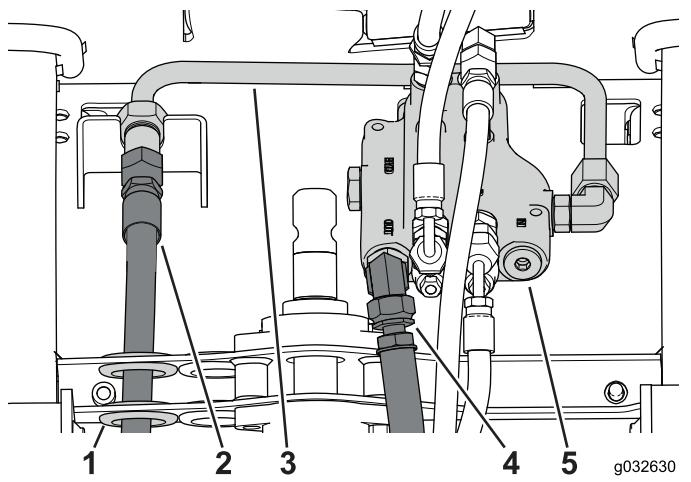

Bild 106
- Stellen Sie eine geeignete Auffangwanne unter das Regelventil (Bild 106).
- Schließen Sie den Zulaufschlauch vom Rohranschluss ab und ziehen ihn durch die Durchgangsbohrung heraus (Bild 106).
3. Schließen Sie den Rücklaufschlauch vom Regelventil ab (Bild 106).